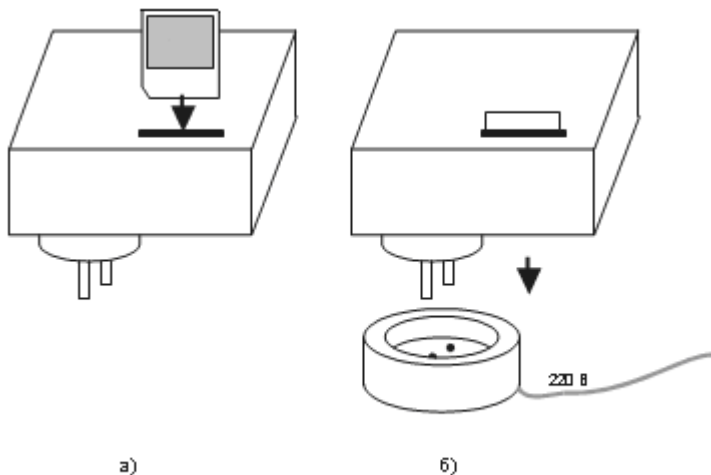

Рисунок 36
6.9.2 После подключения регистратора к измеряемой цепи (измерительные цепи регистратора совмещены с его питанием (рисунок 36б)), регистратор начинает измерение ПКЭ.